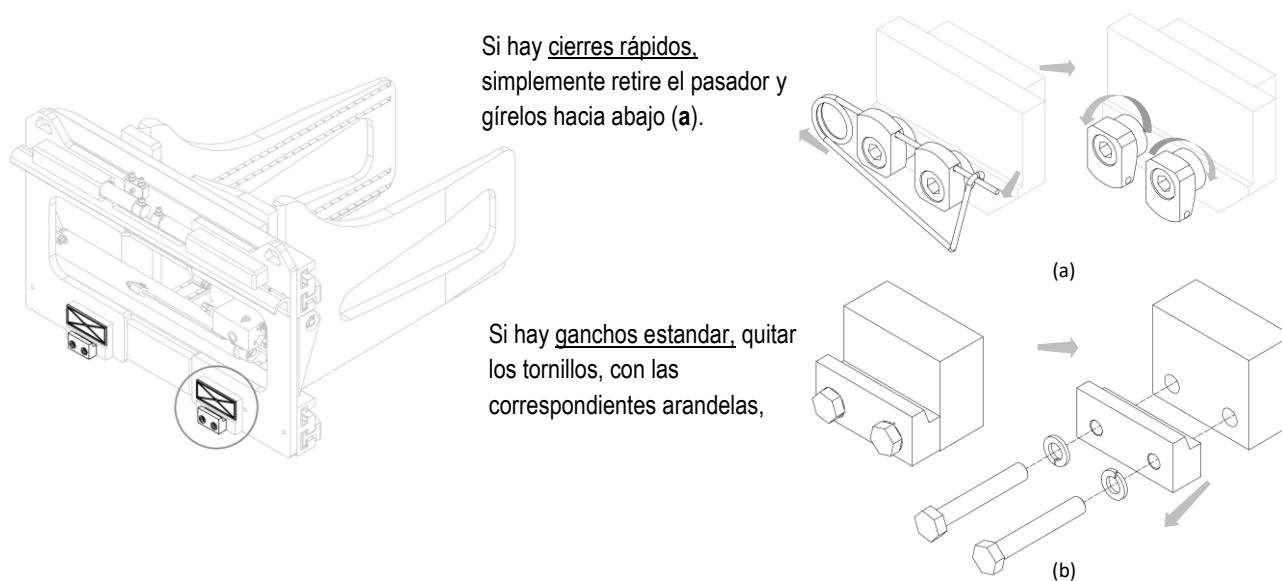

Figura 6
5. Quitar los ganchos inferiores del implemento y lubricar las deslizaderas (mira *Figura 6*).